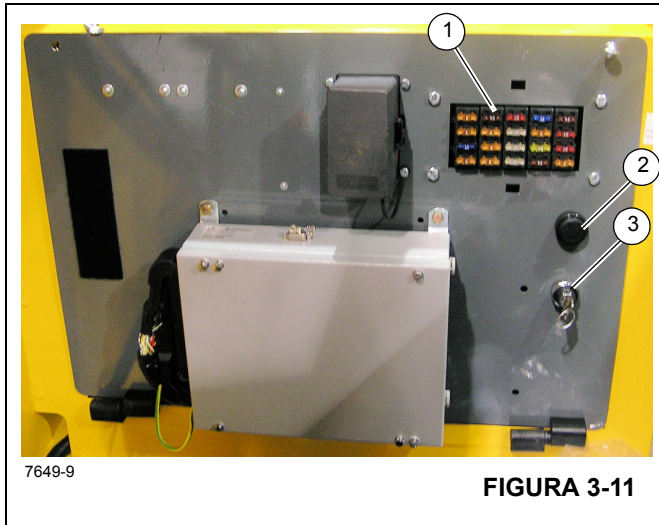

FIGURA 3-11
El tablero de fusibles (1) (Figura 3-11) se encuentra detrás del asiento de la cabina en el conjunto de tablero de relés y fusibles de la cabina. Contiene 20 fusibles que protegen los diversos componentes eléctricos de la grúa.
El interruptor de anulación de emergencia del RCL (3, Figura 3-11) es un interruptor accionado con llave que se encuentra dentro de la cabina del operador, en el conjunto del tablero, detrás del asiento del operador. Cuando se acciona (en sentido horario), el interruptor anula y evita que el RCL bloquee las tres funciones de la grúa (bajada de la pluma, extensión del mecanismo telescópico y elevación del malacate), lo que ocasionaría una condición de sobrecarga o de contacto entre bloques.